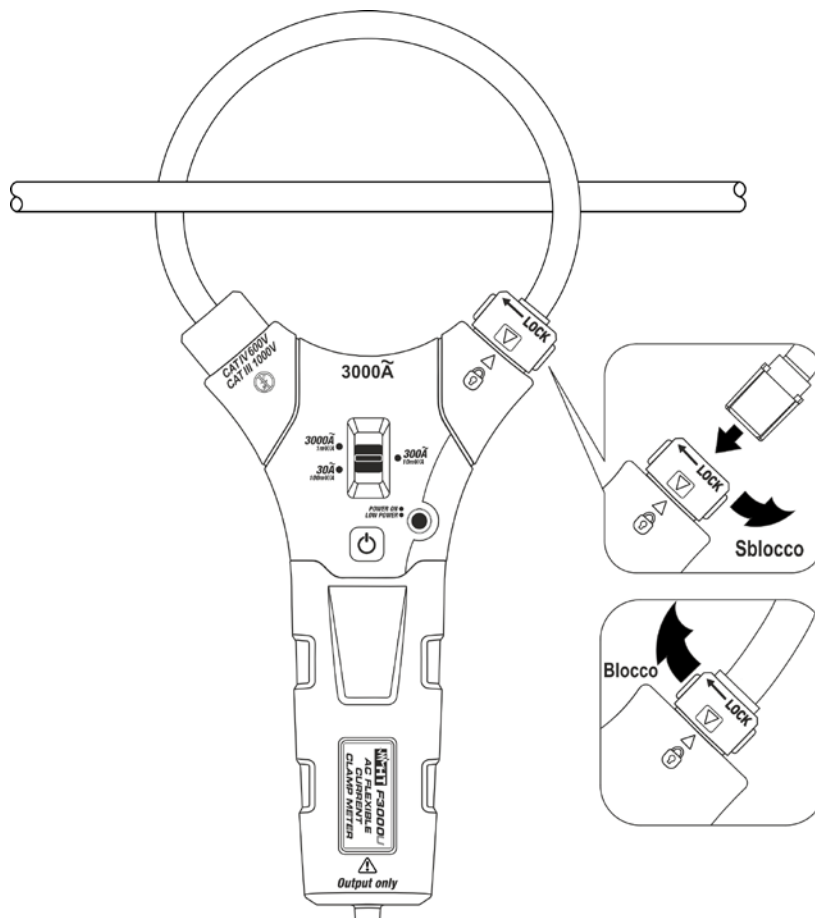

Abb. 2: Öffnung/Schließung der flexiblen Zange
- Um die Messgerätegenauigkeits-Spezifikationen zu erreichen, legen Sie den Leiter möglichst immer ins Zentrum der Zangenöffnung (siehe Fig. 2).
1. Drehen Sie den Befestigungsstecker um 90° nach links, um die flexible Zange freizugeben (siehe Fig. 2).
3. Bringen Sie die Zange zurück in ihren Sitz und drehen Sie den Befestigungsstecker um 90° nach rechts, bis sich die zwei Pfeile entsprechen, damit die Zange blockiert ist (siehe Fig. 2)